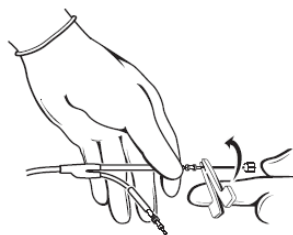

図1
- 1) スタイルレットがリードに挿入されていることを確認し、ピンチオンツール先端部のくぼみをリードのIS-1コネクタピンに取り付ける(図1)。
- 2) ピンチオンツールをIS-1コネクタピンに取り付ける(図1)。
- 4) ピンチオンツールを時計回りに回し(図1)、ヘリックス電極を心内膜に固定する。